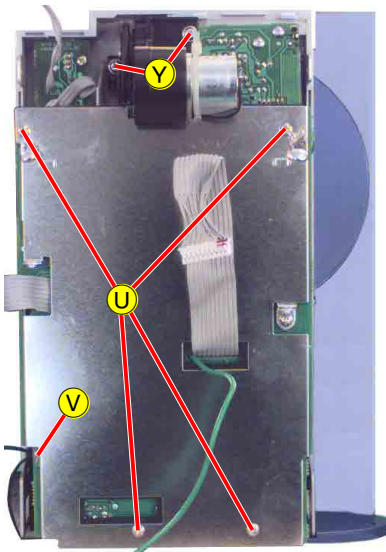

Fig. 12
- 4 Schrauben ⑤ (Fig. 12) herausdrehen.
- Masselötstelle ⑥ (Fig. 12) auflöten.
- 3 Schrauben ⑨ (Fig. 12, 15) herausdrehen.
- Undo 4 screws ⑤ (Fig. 12).
- Unsolder ground solder connection ⑥ (Fig. 12).
- Undo 3 screws ⑨ (Fig. 12, 15).